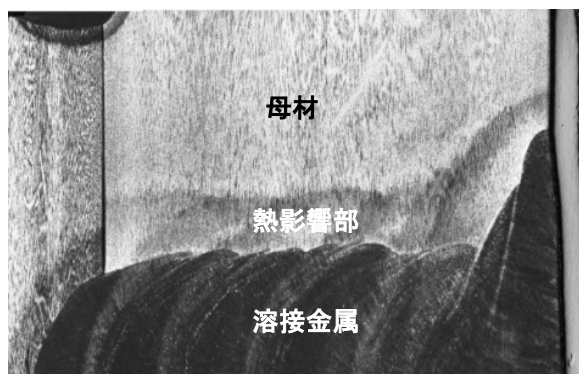

図1 断面マクロ写真
- 実構造物の溶接部を評価対象とし、破壊じん性の低い組織に亀裂を導入し、狙いの組織を確認するためにセクショニング(亀裂先端の断面マクロ組織観察)を行います(例えばISO15653:2018、図1)。